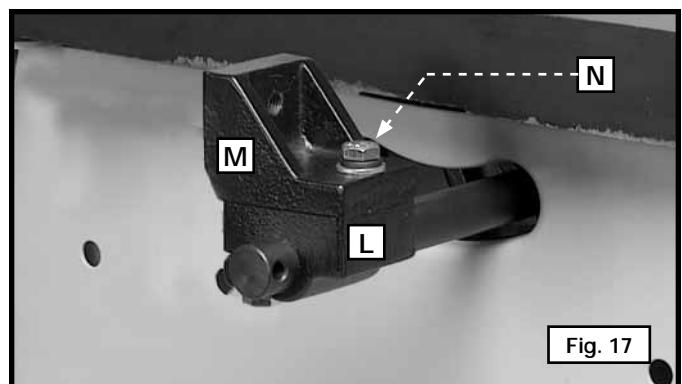

Fig. 17
- Aligner le trou du support supérieur du couteau séparateur (M) fig. 17 avec le trou du support inférieur (L). Enfiler une rondelle de blocage de 7,9 mm (5/16 po) puis une rondelle plate de 7,9 mm (5/16 po) sur une vis à tête hexagonale de 7,9 mm-18 x 25,4 mm (5/16 po-18 x 1 po) (N). Insérer la vis (N) par le trou du support supérieur du couteau séparateur (M) et la serrer dans le support inférieur (L).
**REMARQUE** : visser lâchement la vis (N) pour un réglage ultérieur.